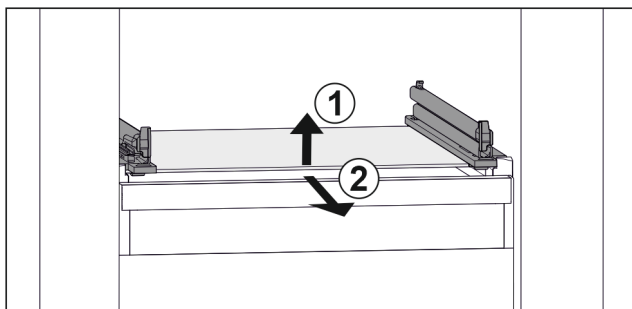

Fig. 112 Klaasplaadi näitlik kujutis
- Tõstke klaasplaat eest üles. Fig. 112 (1)
- Võtke klaasplaat ettepoole välja. Fig. 112 (2)